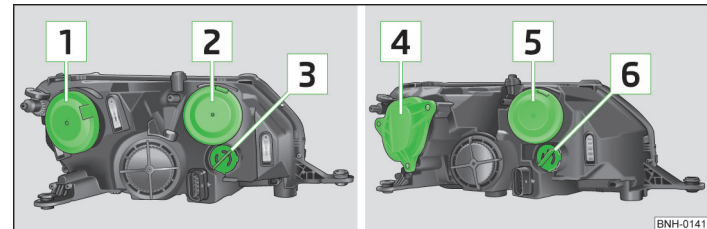

Abb. 168 Prinzipsdarstellung: Scheinwerfer mit Halogen-Licht / mit Xenon-Licht
- › Die Gummiabdeckung  » Abb. 168 auf Seite 199 abnehmen.
- › Die Gummiabdeckung  » Abb. 168 auf Seite 199 einsetzen.
- › Die Gummiabdeckung  bzw.  » Abb. 168 auf Seite 199 abnehmen.